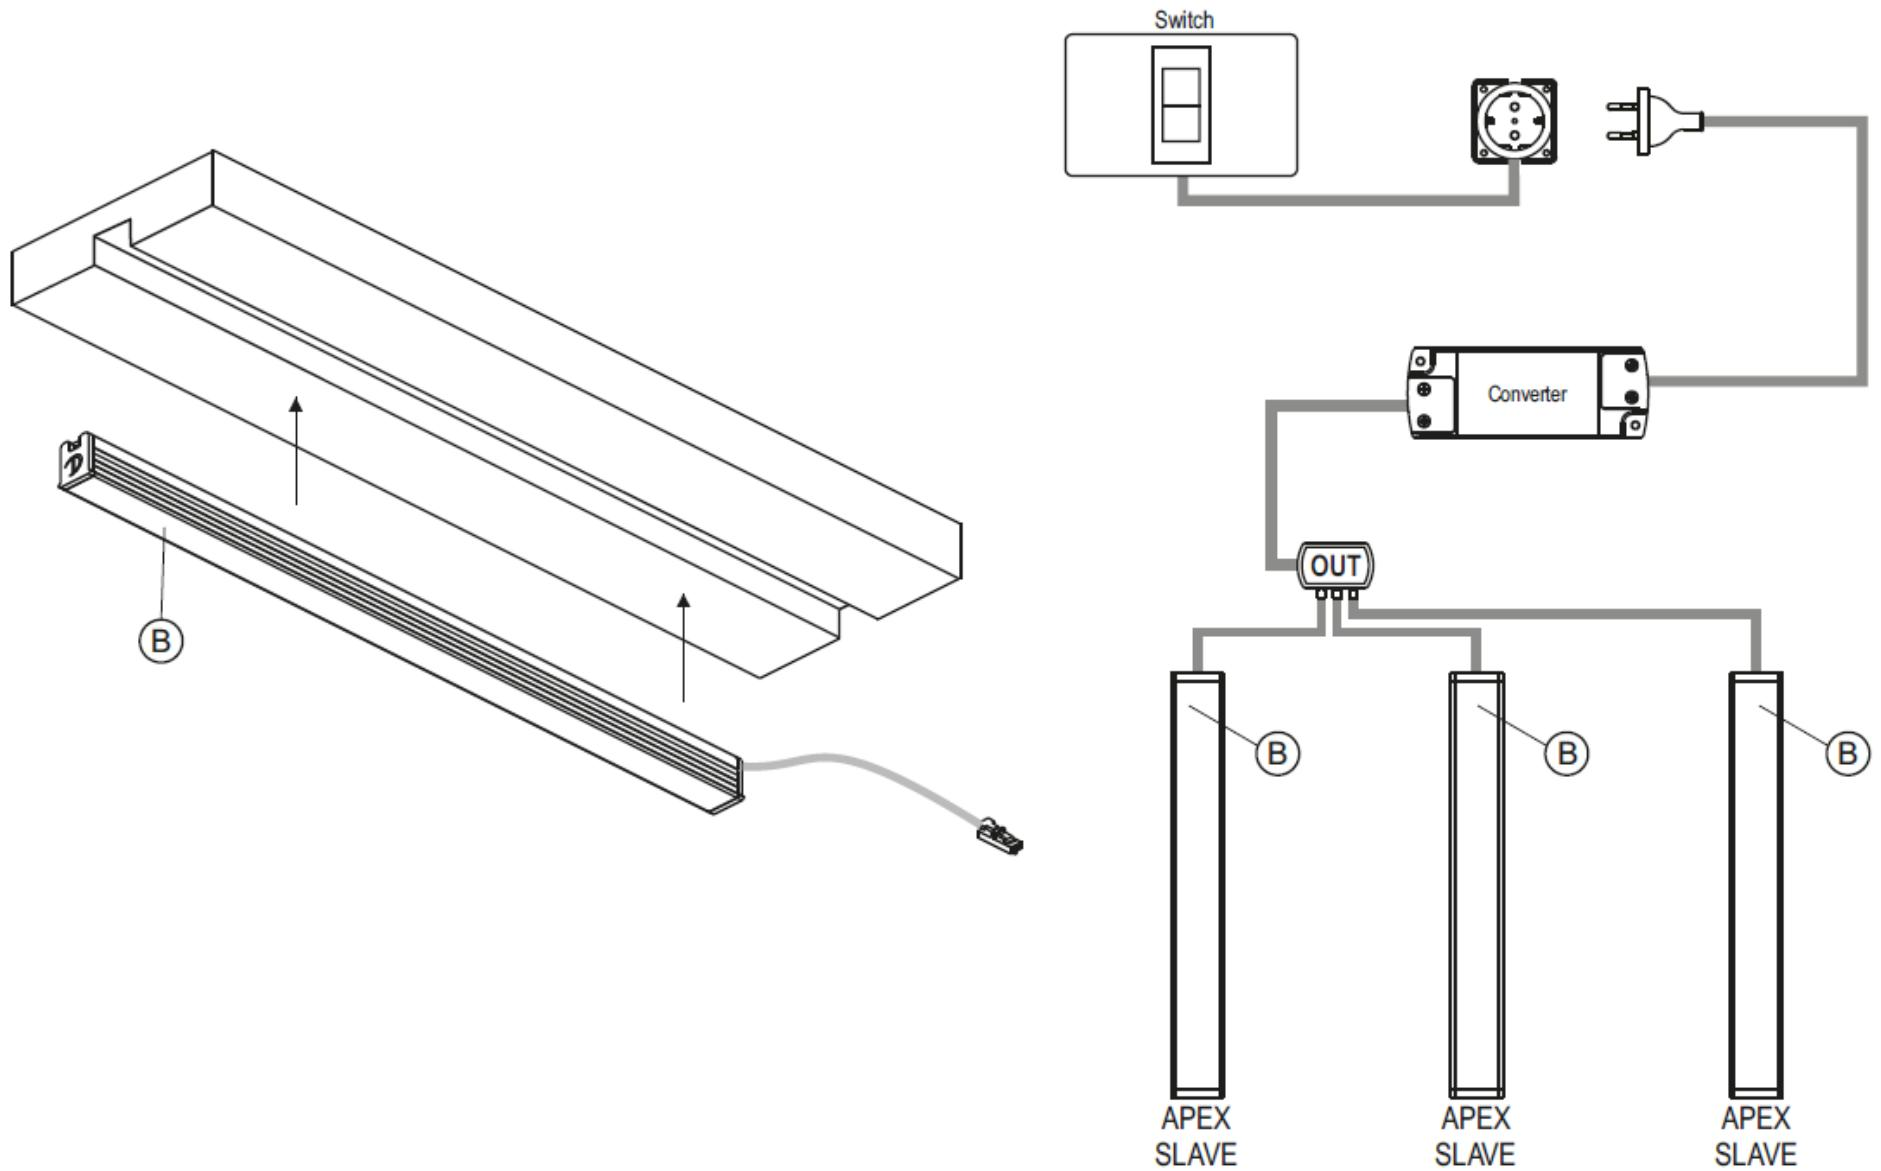

Fig.6
APEX SLAVE (B) ist eine Leuchte ohne Schalter, somit muss die Einschaltung über einen separat auf der Primärseite des Konverters angeschlossenen Schalter erfolgen oder über eine gesteuerte Steckdose, wie in Abbildung 6 dargestellt.
APEX SLAVE (B) n'est pas doté d'interrupteur, donc la mise sous tension se fait par le biais d'un interrupteur séparé branché sur la bobine primaire du transformateur ou sur une prise commandée comme illustré dans la Fig. 6.